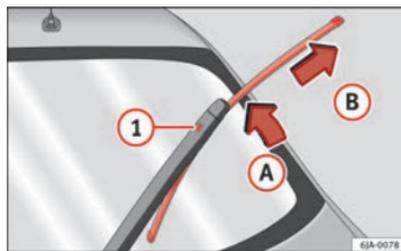

Fig. 67 Escova do limpa-vidros traseiro
- Remova o braço do limpa pára-brisas do vidro, movendo ligeiramente a escova no sentido do braço - seta (A) ⇒ Fig. 67.
- Com a outra mão, desbloqueie o mecanismo de segurança ① e retire a escova no sentido da seta (B).